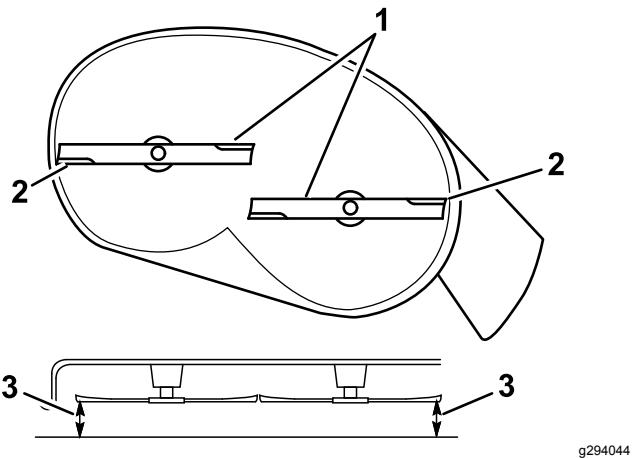

Figura 63
5. Mida entre los bordes de corte exteriores y la superficie plana (Figura 63).
4. Despues de realizar el ajuste, compruebe de nuevo la inclinación longitudinal, y siga ajustando la tuerca hasta que la punta de la cuchilla delantera esté entre 1,6 y 7,9 mm más baja que la punta de la cuchilla trasera (Figura 63).